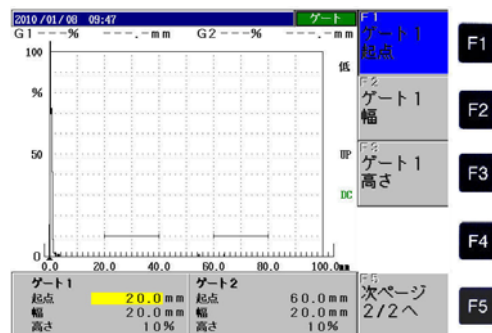

図2 ゲートの調整
②ゲートの高さや位置を変えるには、例えば、**3** DEF キーを押すとゲート1の調整項目が右側に表示される。ゲート1の起点は **F1** を、幅は **F2** を、高さは **F3** を押して **↑** **↓** キーで変更することができる。（図2参照）